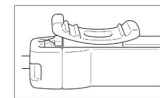

Figura 10: Blocco in avanti innestato
- o Se il cursore della bocchetta di aspirazione viene fatto avanzare oltre il fermo distale, si innesta sul meccanismo di blocco in avanti e il tubo di aspirazione viene bloccato nella posizione completamente estesa. In questa posizione, lo spruzzatore di irrigazione è ostruito dal tubo di aspirazione e il dispositivo agisce solamente come strumento di aspirazione (Figura 10).